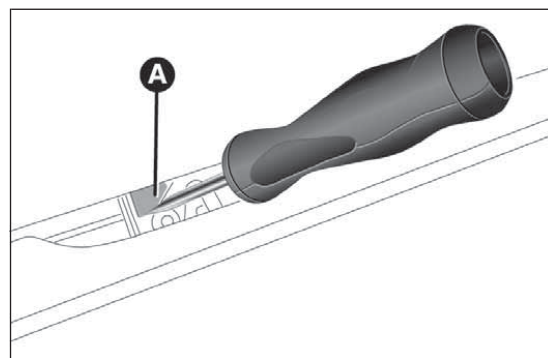

Abb. 80
- Mit einem Schraubenzieher die gelbe Lasche A Abb. 80 entfernen;